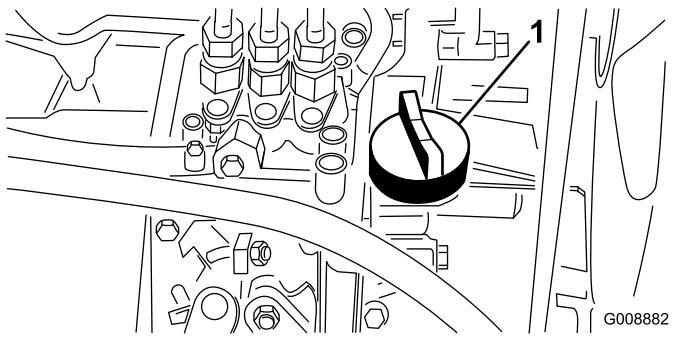

Figura 53
4. Se l'olio è insufficiente, togliete il tappo di rifornimento (Figura 53) e aggiungete lentamente piccole quantità di olio, controllando spesso il livello, finché non raggiunge il segno di pieno sull'asta.